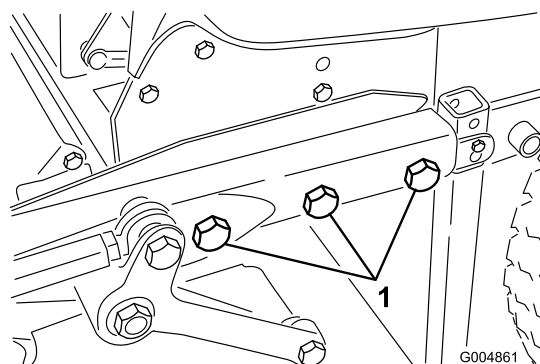

Figure 25
4. Roulez le plateau d'été et le châssis en position et montez les cinq boulons 3/4 po., rondelles et écrous qui assujettissent le châssis du plateau au châssis arrière (Figure 25). Déposez les goupilles de cylindre de levage pour accéder aux boulons sur le côté droit. Serrez les boulons à 359 Nm (265 lb-pi).